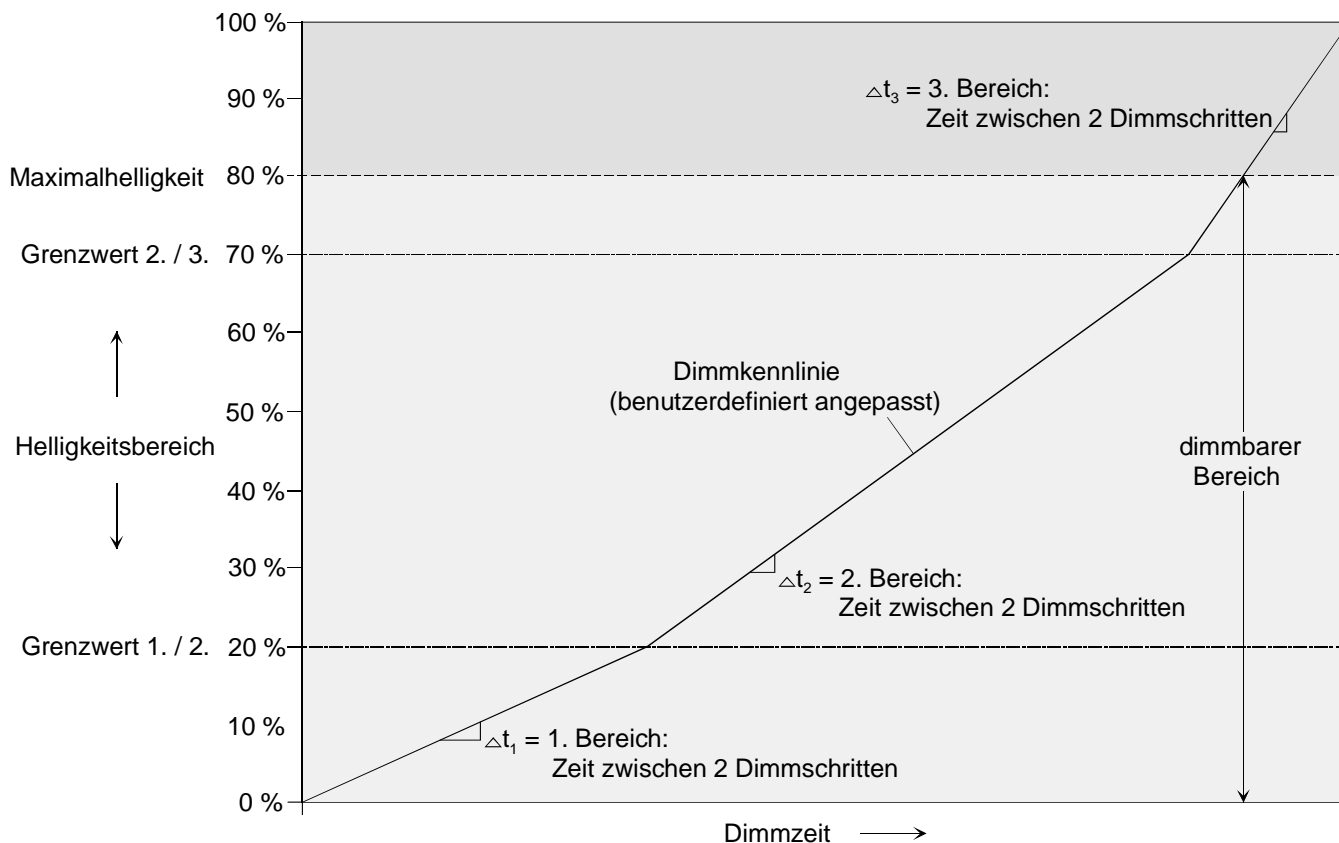

Fig. 26: Benutzerdefiniert angepasste Dimmkennlinie
In einigen praktischen Anwendungsfällen ist eine lineare Dimmkennlinie nicht optimal. Deshalb ermöglicht der Universal-Dimmaktor in der ETS alternativ eine benutzerdefinierte Anpassung des Dimmverlaufes. Auf diese Weise können Helligkeitsveränderungen beim Dimmen an das subjektive Helligkeitsempfinden des menschlichen Auges angepasst werden, indem der Helligkeitsbereich in bis zu drei Teilbereiche mit unterschiedlichen Dimmschrittzeiten aufgeteilt wird (vgl Fig. 26).
Es ist ein benutzerdefinierter Dimmkennlinienverlauf gemäss Fig. 26 eingestellt. Es können weiter zwei Grenzwerte und drei Dimmschrittzeiten zur Definition dreier Helligkeits-Teilbereiche definiert werden.
- Zunächst die Helligkeitsgrenzwerte festlegen. Dazu die Parameter "Helligkeits-Grenzwert 1. Bereich / 2. Bereich (1...100 %)" und "Helligkeits-Grenzwert 2. Bereich / 3. Bereich (1...100 %)" auf der Parameterseite "Ax – Dimmkennlinie" auf die erforderlichen Teilbereichs-Grenzen einstellen. Dabei darauf achten, dass der Helligkeits-Grenzwert Bereich 1. / 2. kleiner ist als der Grenzwert Bereich 2. / 3. (vgl. Fig. 26)! Andernfalls entsteht Fehlfunktion.